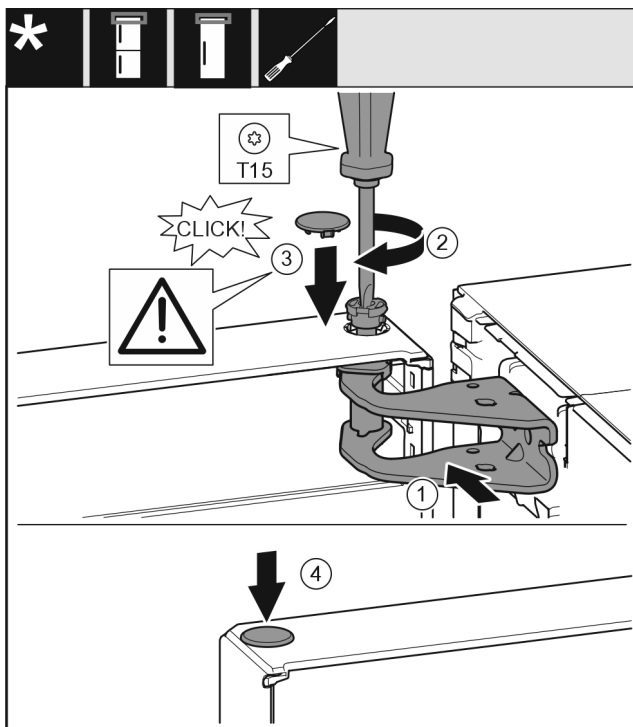

Fig. 23
- ▶ Igazítsa be az ajtót felül a csapágybak nyílásához Fig. 23 (1)
- ▶ Helyezze be a csapszeget Fig. 23 (2), és húzza meg csavarhúzóval.
- ▶ Szerelje fel az ajtót biztosító biztonsági fedelet Fig. 23 (3): Helyezze fel a biztonsági fedelet, és ellenőrizze, hogy felfekszik-e az ajtóra. Egyébként a csapszeget teljesen helyezze be.
- ▶ Helyezze be a dugót Fig. 23 (4).